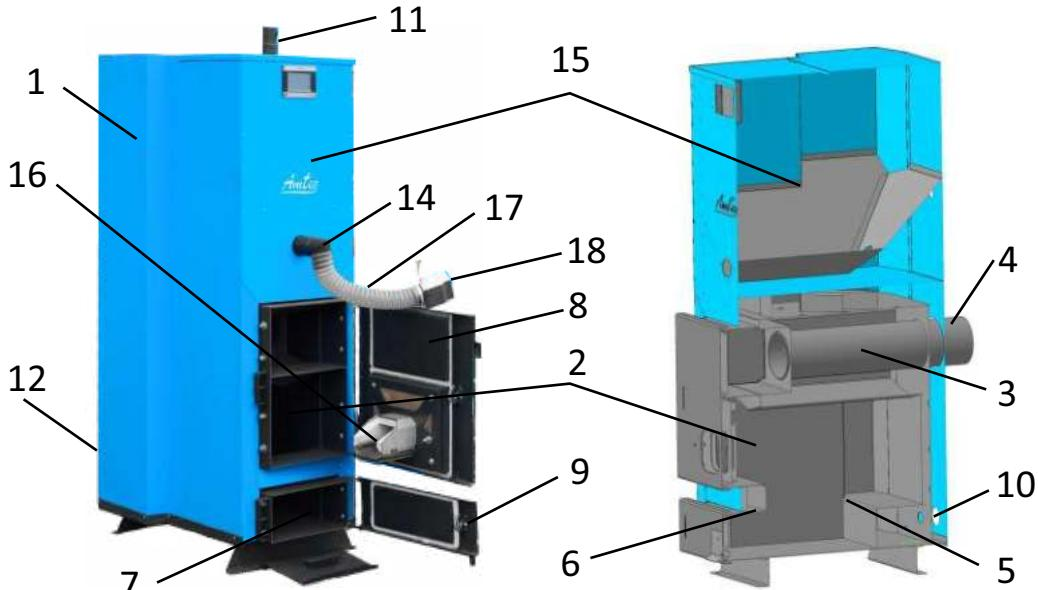

рис. 1 - Устройство котла Амтео АС
4.1 Котёл (рис. 1) состоит из: корпуса (1), топки (2), газохода (3), дымохода (4). В нижней части топки устанавливаются колосники (опция, уточняйте в отделе сбыта) (5) на опоры (6) (опция), зольник (7). К передней стенке корпуса котла на осях присоединяются загрузочная дверца (она же служит для обслуживания газохода) (8), дверца для обслуживания (9), патрубок обратного трубопровода (10), патрубок подающего трубопровода (11), патрубок для слива воды с котла (12), патрубок установки термодатчика (13), шнек подачи пеллет из бункера (14), бункер для пеллет (15) пеллетная горелка VENMA в сборе (16), гофра подачи пеллет (17), клапан пожаробезопасный/обратной тяги (18).